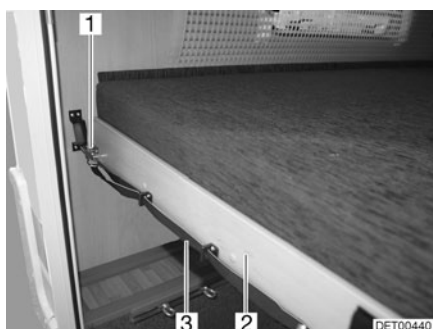

Fig. 98 Lit superposé (arrière)
- Tirer sur la boucle (Fig. 98,3) et désenclencher le verrou (Fig. 98,1).
- Tirer le sommier à lattes (Fig. 98,2) avec le matelas vers l'avant jusqu'à ce qu'il s'enclenche.